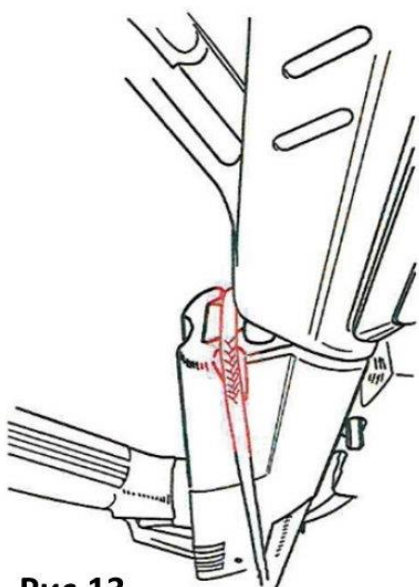

Рис.13
3. Под прикладом арбалета располагается специальное углубление, проденьте через него трос натяжителя, так чтоб рукоятки и крючки натяжителя оказались внизу (Рис.13).